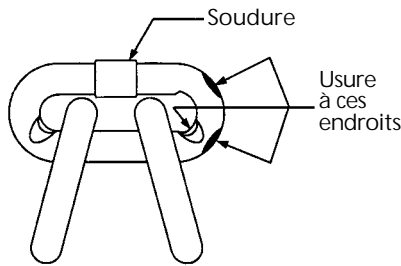

Figure 6 - Inspection de la chaîne
1. À tous les trois mois : La chaîne pour détecter une elongation ou une usure excessive (Voir les Figures 6 et 7 à page 6).